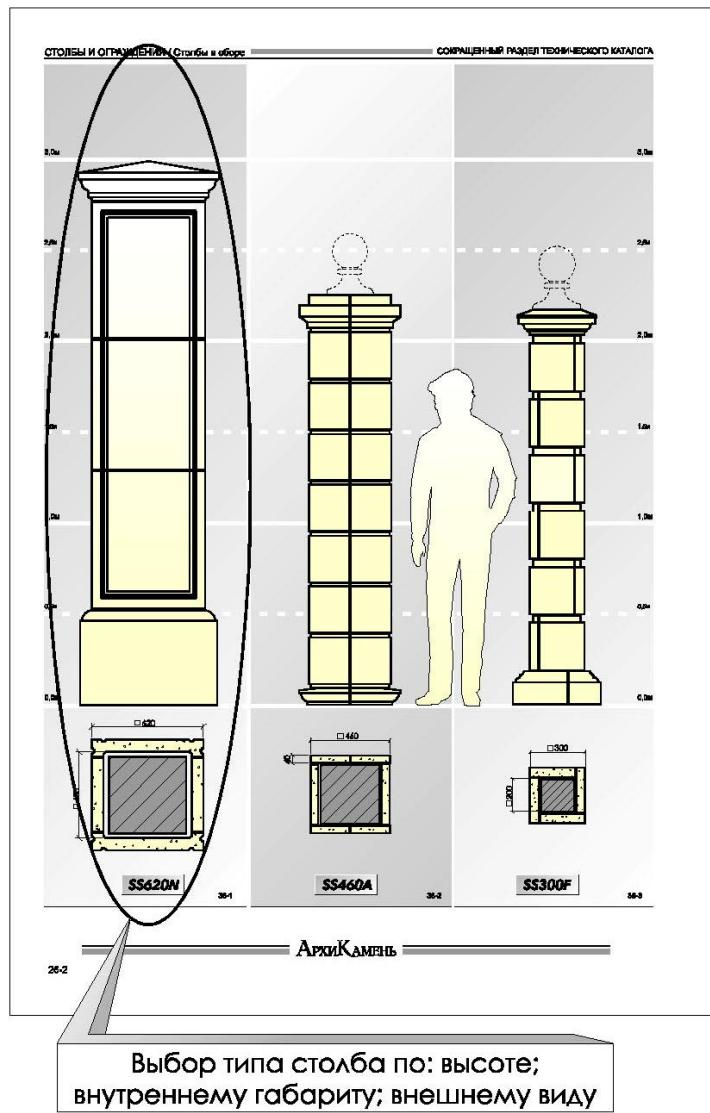

Рис. 2. Выбор типа столба.
1. В "Сокращенном разделе технического каталога / Столбы и ограждения" выбираем тип столба, см. стр. 26–2 (рис. 2. Выбор типа столба). В данном примере столб имеет высоту 2.7 м и габаритные размеры 420 мм на 420 мм. По высоте подходит столб SS620N, который больше 3.0 м. Внутренние размеры облицовки столба 480 мм на 480 мм, т. е. зазор между внутренней стенкой облицовки и несущей поверхностью столба:  $(480 - 420)/2 = 30$  мм, что больше 15 мм (рис. 3. Определение зазора.) Делаем вывод о том, что выбранный столб устраивает всем критериям, поэтому выбор останавливаем на нем (на столбе SS620N).